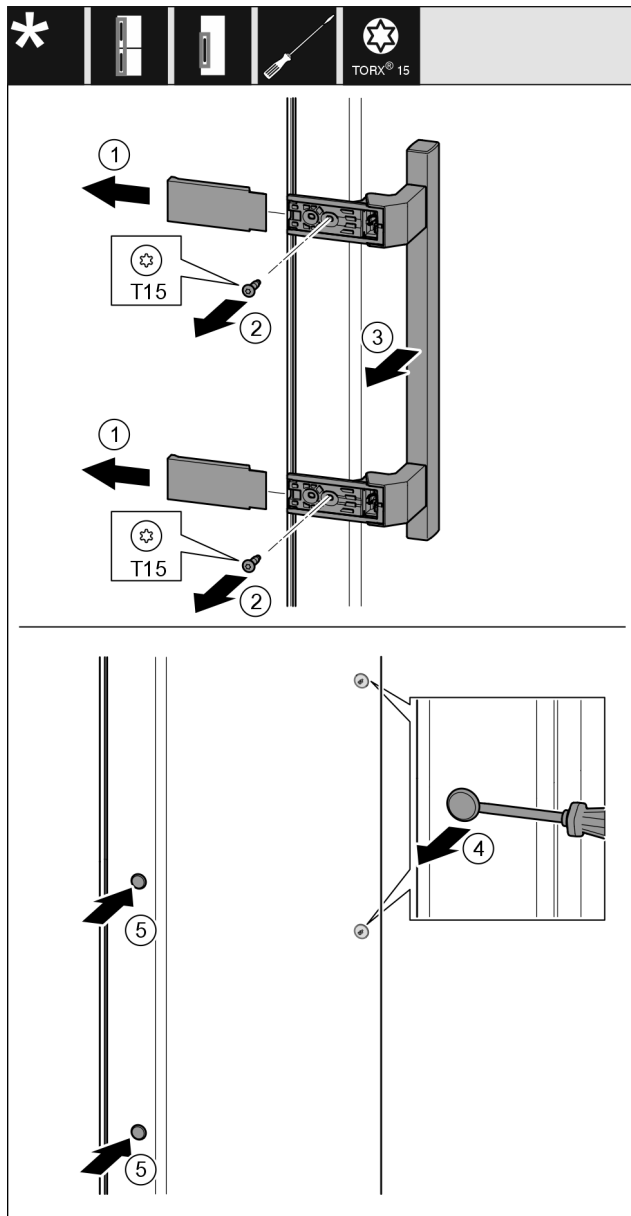

Fig. 25
- ▶ Togliere la copertura Fig. 25 (1).
- ▶ Estrarre le viti Fig. 25 (2) con un cacciavite.
- ▶ Rimuovere la maniglia Fig. 25 (3).
- ▶ Sollevare il tappo laterale Fig. 25 (4) con cautela con un cacciavite a intaglio ed estrarlo.
- ▶ Reinscrivere il tappo Fig. 25 (5) sull'altro lato.